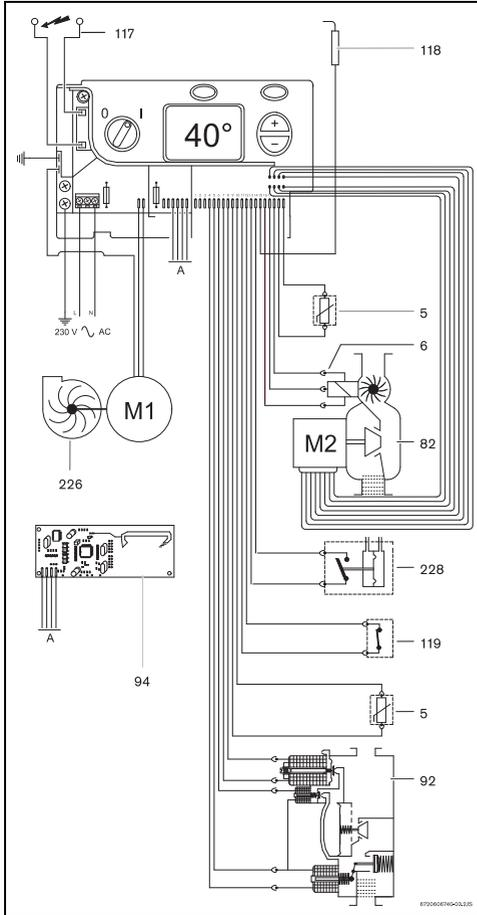

Fig. 2 Esquema eléctrico
Sempre que se abrir uma torneira de água quente, o sensor de caudal de água (Fig. 2, [6]) envia um sinal à unidade de comando. Este sinal provoca o seguinte:
- Simultaneamente, dá-se a produção de faíscas e a válvula de gás (Fig. 2, [92]) abre.
- O electrodo de ionização (Fig. 2, [118]) supervisiona o estado da chama